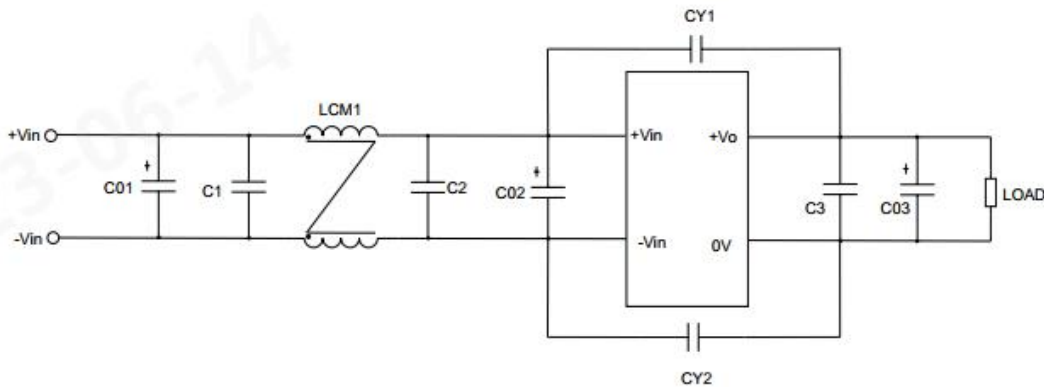
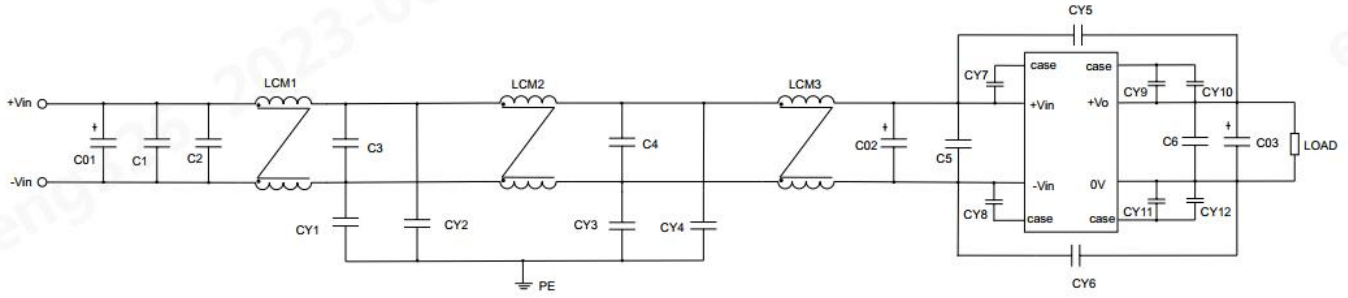

图 4-1
图 4-2
辐射骚扰	CISPR32/EN55032 CLASS A (推荐电路见图 4-1) / CLASS B (推荐电路见图 4-2 加屏蔽 ^①)